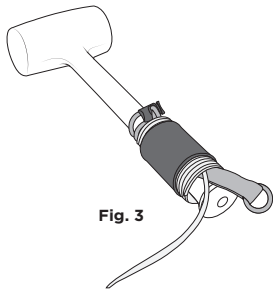

Fig. 3
4. Position the Cold Shrink Tool Trap™ over the tool and tail leaving the choked portion of the tail exposed above the Shrink. Ensure the entire face of the rubber shrink is over tool [fig 3].
4. Coloque el Tool Trap™ retráctil en frío sobre la herramienta y el cabo dejando expuesta la parte anudada del cabo sobre el enganche retráctil. Asegúrese de que toda la superficie del enganche retráctil de goma esté sobre la herramienta [fig. 3].